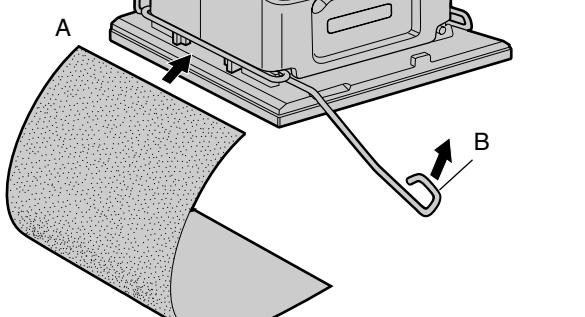

FIG. 3
Attaching Abrasive Paper (Fig. 3)
- Insert the 4-1/2" edge of the abrasive paper under the front paper clamp, as shown in Figure 3 until it hits the paper limiting ribs shown in the figure. Close the front paper clamp and hook it into the lock position behind the tab on the base plate.
3. Insérer l'extrémité de 4-1/2 po du papier abrasif sous la pince avant, comme le montre la figure 3, jusqu'à ce qu'elle touche les nervures de blocage du papier illustrées, puis refermer la pince avant et la bloquer en place en plaçant le crochet dans la patte de la platine.